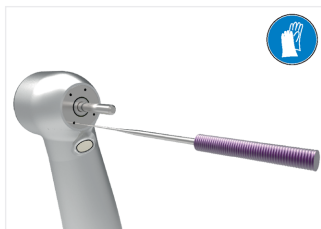

ABB. 5
1. Die Spülrohre mit der Bien-Air Dental SA Spraynadel reinigen. **ABB. 5**